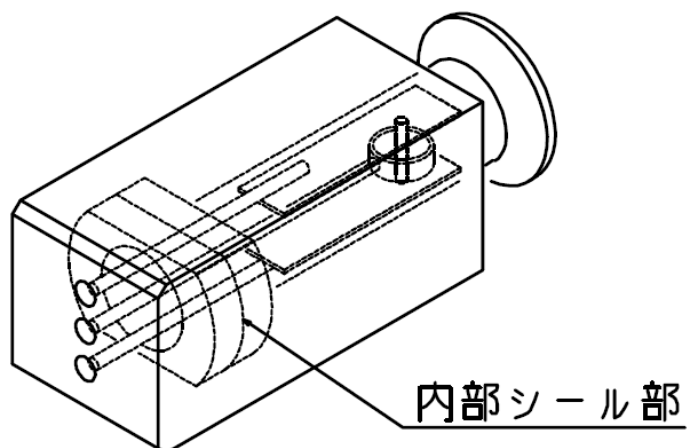

図 29
- (1) 設定モードに入りましたら、“▲” キー（図 3－⑪）または “▼” キー（図 3－⑫）を押して設定を変更したい設定項目を選択します。選択している設定項目は左側に “●” 印が表示され、設定項目の文字が反転表示します。（「図 29 設定項目選択」参照）